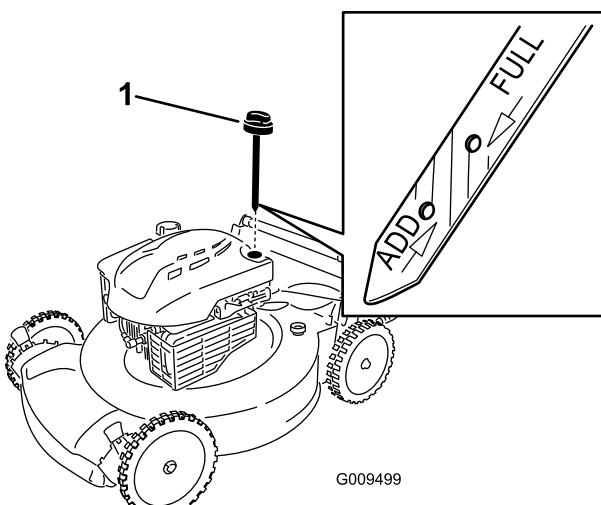

Рисунок 8
2. Извлеките масломерный щуп (Рисунок 8).
Примечание: В случае падения уровня масла ниже минимального (отметка «Долить» на масляном щупе), **медленно** залейте небольшое количество масла в заливную горловину маслобака, подождите 3 минуты и повторите операции 3 до 5 повышения уровня масла до максимального (отметка **Полный** на масляном щупе) (Рисунок 8).